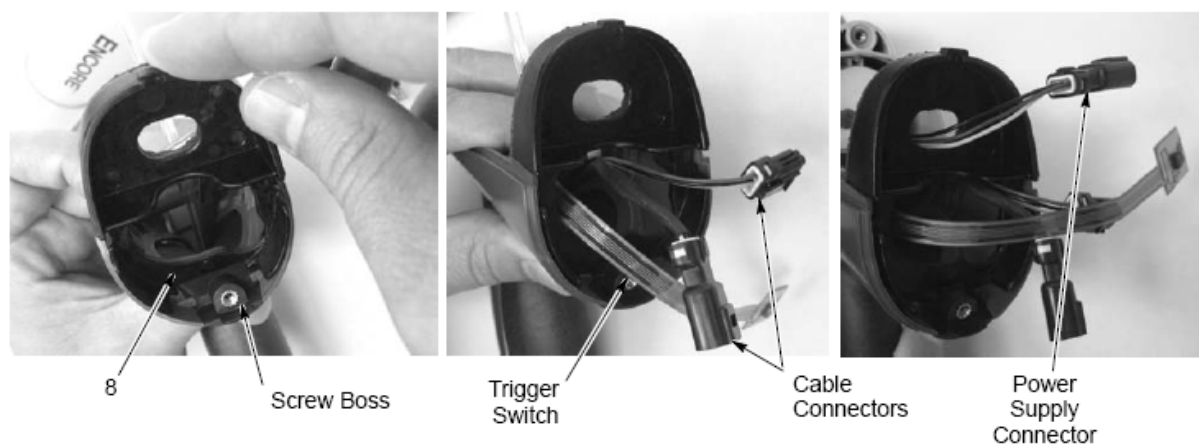

图 5-13 接地垫和枪把座组装到枪把上
14. 如图 5-13 所示。将端盖 (8) 底边置于枪把组件后侧螺丝孔后方，向前旋转端盖顶部，直至卡入枪把和枪身。
15. 使电源 J2 接头穿过端盖 (8) 顶部开孔。